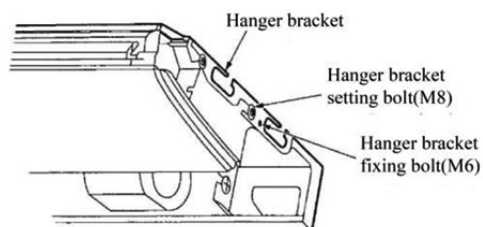

Fig. 5
\* Allentare le due viti di fissaggio (M8) della staffa di sospensione su ogni lato per meno di 10 mm. Rimuovere le due viti di fissaggio (M6) della staffa di sospensione sul lato posteriore. Staccare la staffa di sospensione tirandola indietro (vedere Fig. 5).
f. Stringere a fondo le due viti di fissaggio della staffa di sospensione (M8) (vedere Fig. 5).
g. Stringere a fondo le due viti di fissaggio della staffa di sospensione (M6) per evitare spostamenti dell'unità interna (vedere Fig. 5).